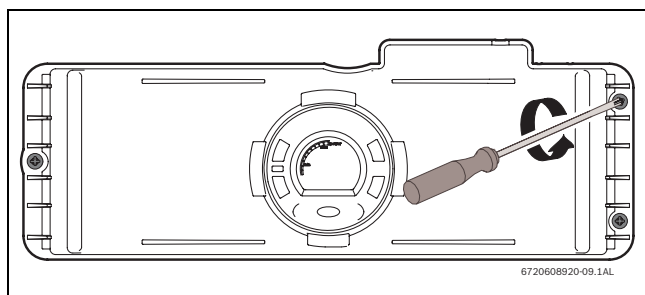
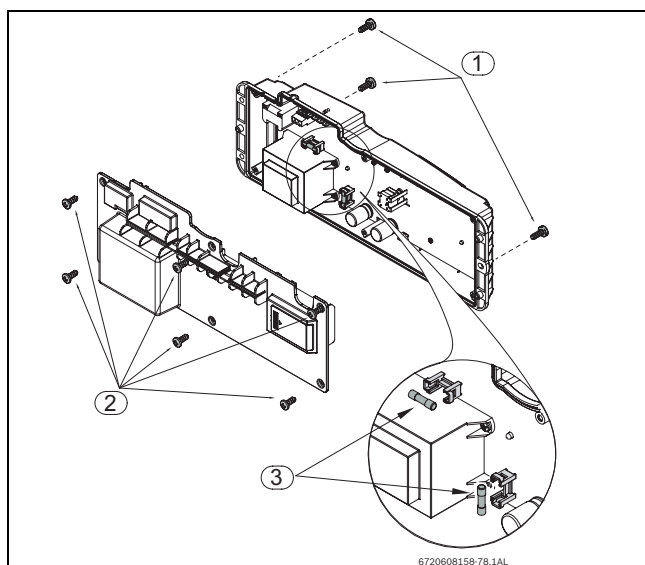

Fig. 49
Fig. 50 Ubicazione dei fusibili
- ▶ Svitare le tre viti nella parte frontale della centralina elettronica (Fig. 49 + Fig. 50, pos. 1).
- ▶ Rimuovere la centralina elettronica per accedere alle sei viti, presso la parte posteriore e svitarle (Fig. 50, pos. 2).